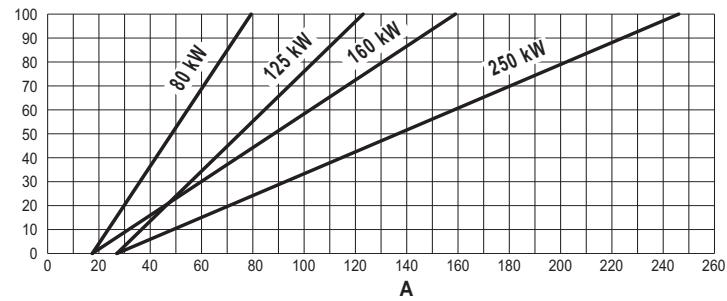

fig. 60
- Pulse las teclas de la calefacción (3 y 4 - fig. 1) para aumentar o disminuir la capacidad térmica (mínima = 00 - máxima = 100). Vea el diagrama "Regulación de la capacidad térmica" (fig. 60).